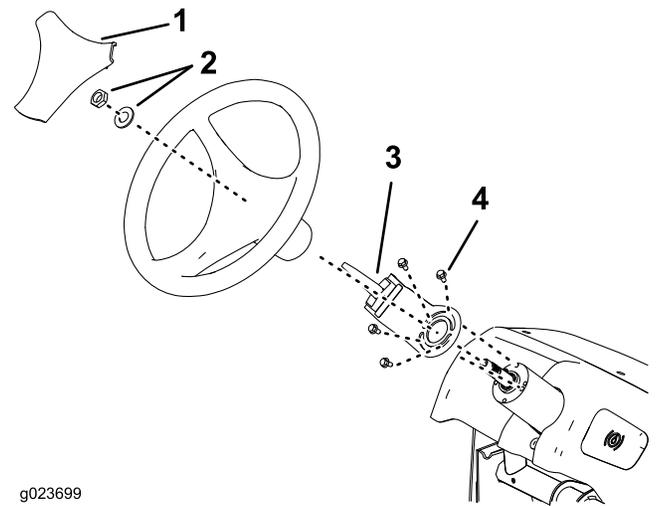

Figura 3
3. Deslize o suporte do interruptor para a coluna do volante e prenda o suporte com os 4 parafusos (Figura 3).
2. Retire a placa da cobertura do volante, retire o hardware do volante e puxe o volante para fora da coluna (Figura 3).
**Interruptor da pá de espuma** – activa o compressor, gerando um fluxo de espuma e ar para a secção da rampa direita ou esquerda (Figura 3).